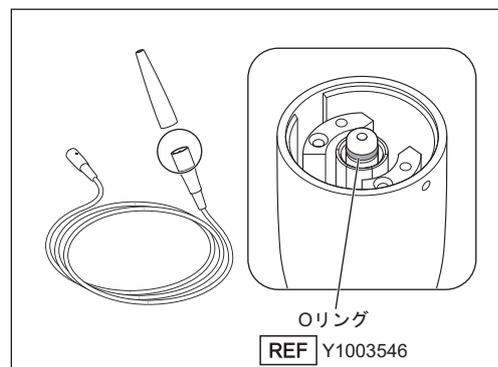

図46
- 2) 交換するOリングを針などで取り外します（図46）。